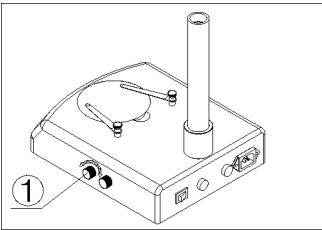

图 10
- (一) 按底座上的图标①所示，旋转亮度调节旋钮，顺时针旋转，则亮度增强；反之，则亮度减弱（如图 10）。